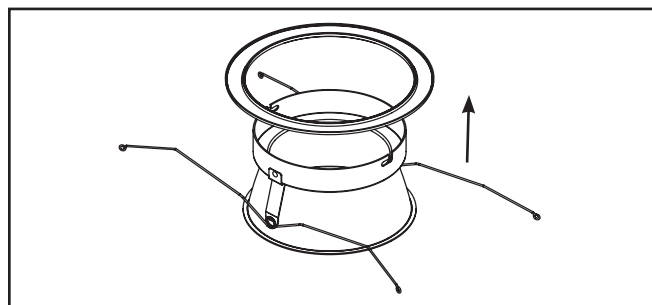

Figure 3.
1. Retirez la garniture inférieure de l'emballage de protection. Retirez le plastic et jetez l'anneau de garniture. Retirez le moteur lumineux à DEL de l'emballage de protection (Figure 3.).